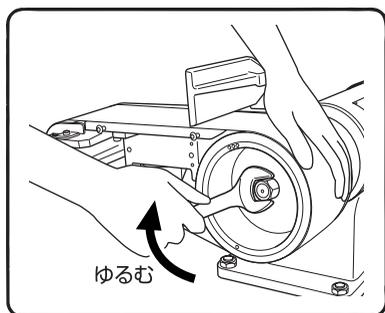

図 19
- (2) コンタクトホイールの外周を手で押え、スパナを図のゆるむ方向 (時計回り) に回すと、ナットをゆるめることができます。(図 19)